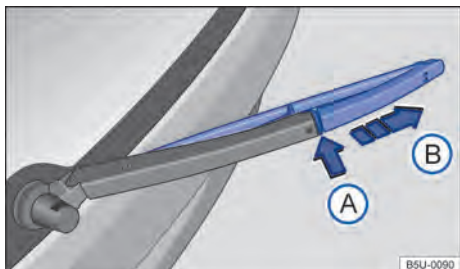

Fig. 155 Sustituir la escobilla limpiaparabrisas de la luneta trasera.
- Mantener presionada la tecla de desbloqueo → fig. 155 ①.
- Retirar la escobilla del limpialuneta en el sentido de la flecha ②.